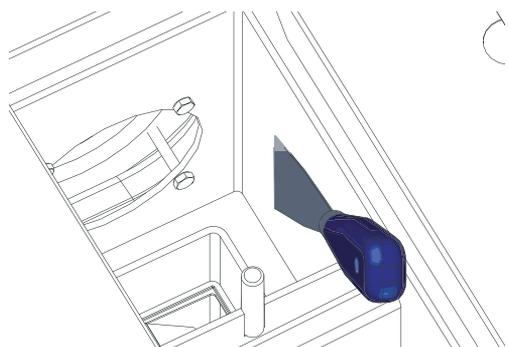

Fig. 54 Pulire le superfici riscaldanti
- ▶ Pulire le superfici riscaldanti in alto con spatola e pennello – Fig. 54.